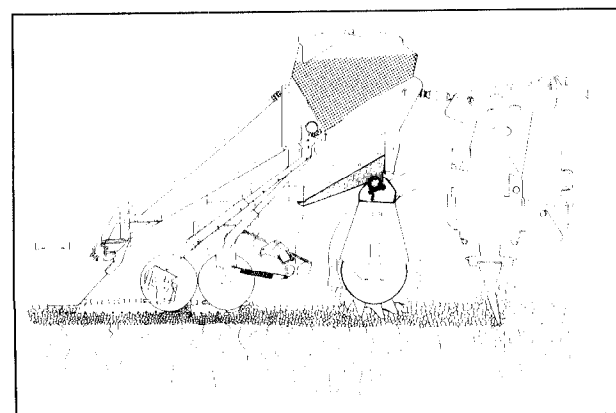

Fig. 6
- **AMAZONE-ROTORGRUBBER** med **Påbygningssåmaskine med rulleskær**(fig.6) til alle jordtyper(også ekstremt svære og stenrige jorde) med eller uden forarbejde med grubber eller plov, med eller uden organisk masse på overfladen.